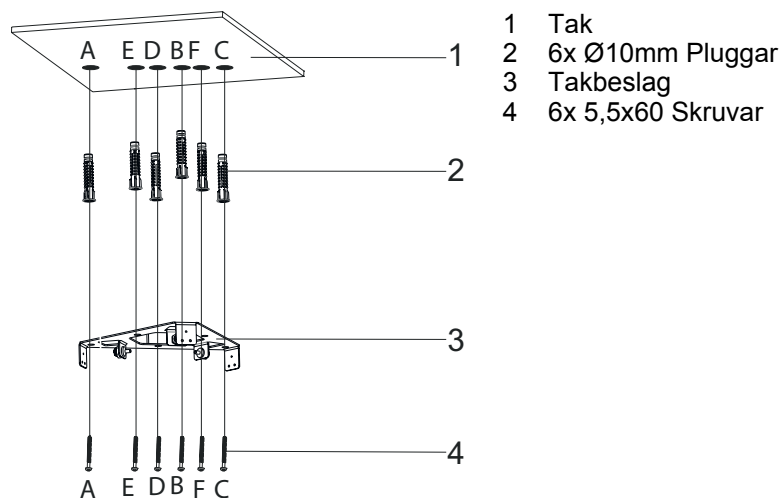

Fig. 7
1. Borra med en Ø10mm borr vid punkterna A, B, C, D, E och F (Fig. 7).
2. Sätt Ø10mm pluggar i punkterna A, B, C, D, E och F (Fig. 7).
3. Fäst nu takbeslaget med 5,5x60 skruvar vid punkterna A, B, C, D, E och F (Fig. 7).